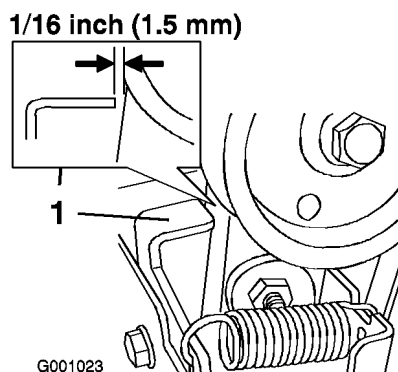

Figura 39
3. Disinnestate la leva della coclea/ventola e verificate che tra il gruppo frizione della coclea e la linguetta vi sia una luce di 1,5 mm (Figura 39).